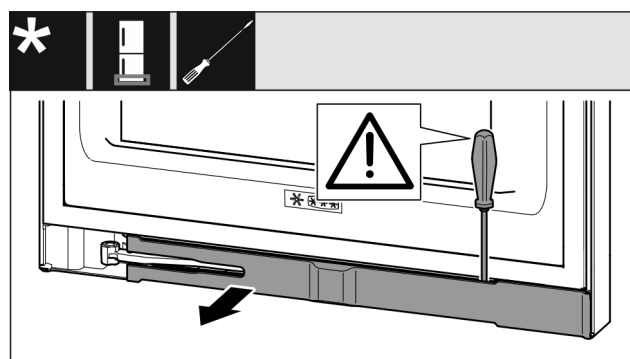

Fig. 13
- ▶ Освободете капачката с плоска отвертка и я завъртете настрана Fig. 13 ().